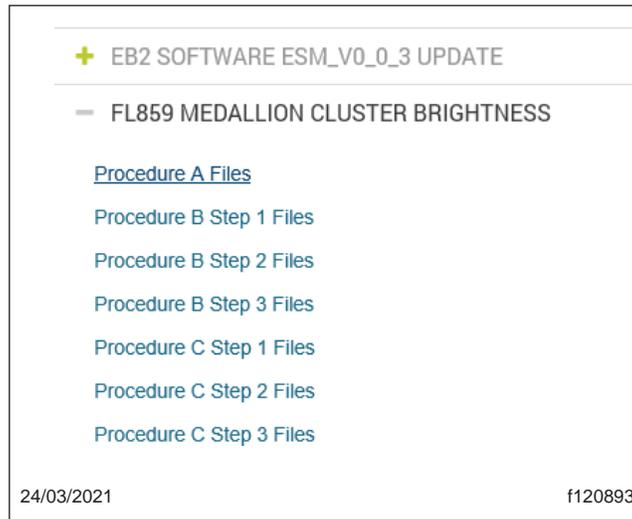

Fig. 3, Liens pour les fichiers de procédure
- Faites défiler jusqu'au « FL859 Medallion Cluster Luminosité » et sélectionnez le symbole « + », puis sélectionnez le lien « Procédure A Files'. Voir Fig. 3.